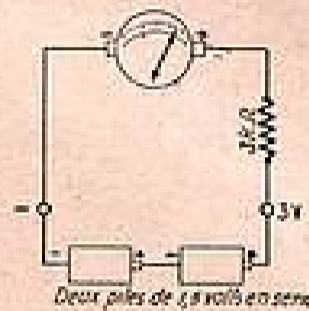

FIG. 3. — Etalonnage de la position 3 V.
**Etalonnage de la sensibilité 3 volts :** Branchez deux piles de 1,5 volt en série comme indiqué sur la figure 3, en respectant la polarité des piles. Remarquez que vous pouvez aussi utiliser deux des